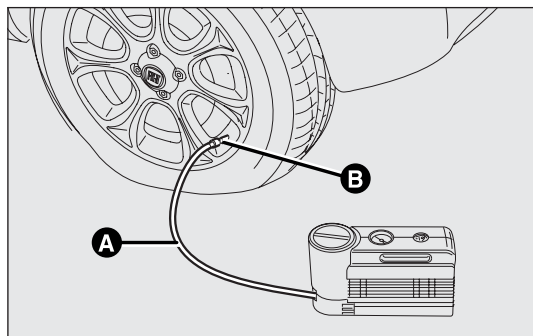

рис. 152
- Введите рычаг стояночного тормоза. Отвинтите колпачок ниппеля шины, выньте прозрачную трубку для заполнения А – рис. 152 и привинтите зажимное кольцо В на ниппель шины.